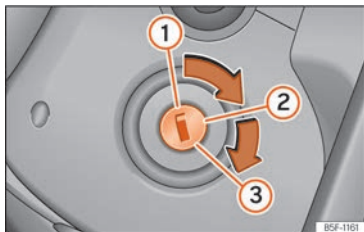

Fig. 82 Pany d'encesa
- Gireu la clau fins a la posició **>>> fig. 82 ②**.
- Continueu girant la clau fins a la posició **>>> fig. 82 ③** sense trepitjar l'accelerador.
- Un cop es posi en marxa el motor, deixeu anar la clau. Quan la deixeu anar, la clau torna a la posició **②**.
- *Vehicles amb pany d'encesa:* Gireu la clau fins a la posició »»» **fig. 82** ①.
- *Vehicles amb pulsador d'arrencada:* Premeu breument el pulsador d'arrencada »»» **fig. 82.**